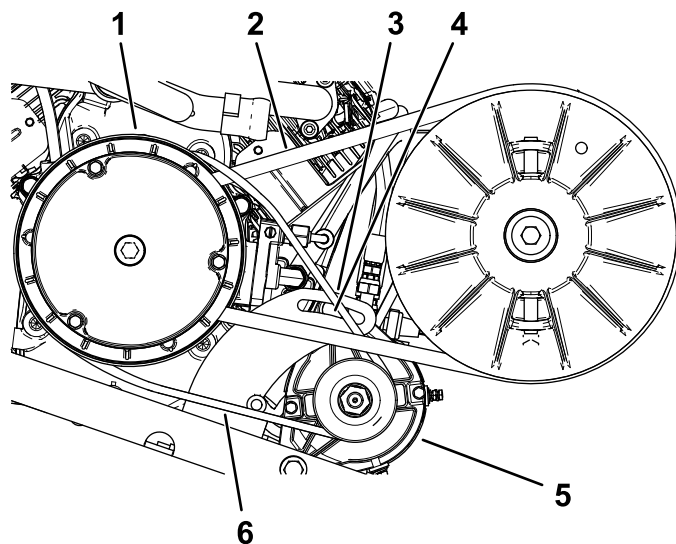

図 70
2. スタータジェネレータのピボットナットをゆるめる 図 70。
4. ボールを下に押し下げてスタータを下げる。ベルトを $44.5 \text{ N}\cdot\text{m} / 4.5 \text{ kg}\cdot\text{m} = 10 \text{ ft}\cdot\text{lb}$ の力で押した時のたわみが 6 mm になるようにスタータの位置を調整する (図 70)。
5. ピボットナットを手締めし、ボールを取り外す (図 70)。